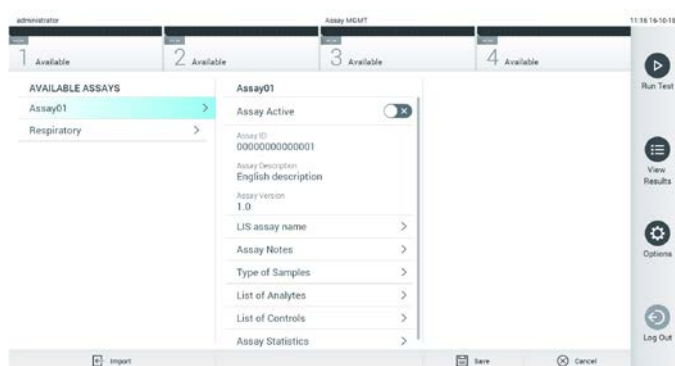

図 59. アッセイ管理画面。
2. 新規アッセイを QIAstat-Dx Analyzer 1.0 にインポートするには、**Options**（オプション）ボタン、次に **Assay Management**（アッセイ管理）ボタンを押します。ディスプレイのコンテンツエリアにアッセイ管理画面が表示されます（図 59）。